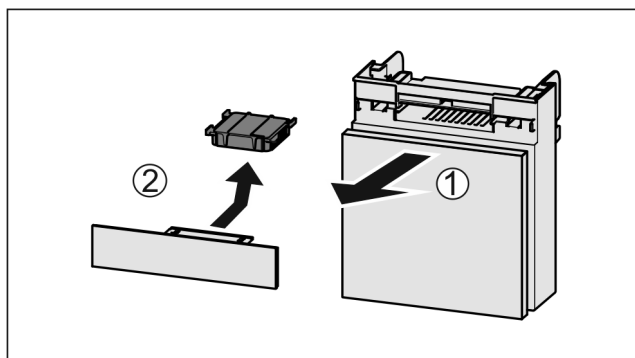

Fig. 245
- ▶ Húzza ki Fig. 245 (1) előrefelé a rekeszt.
- ▶ Vegye ki az aktívszén-szűrőt Fig. 245 (2).